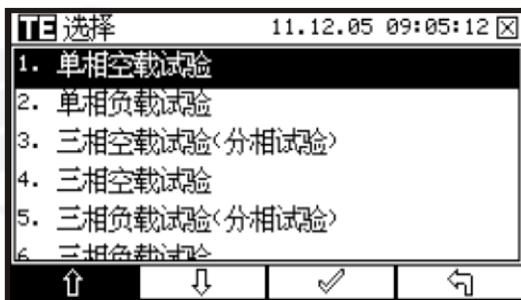
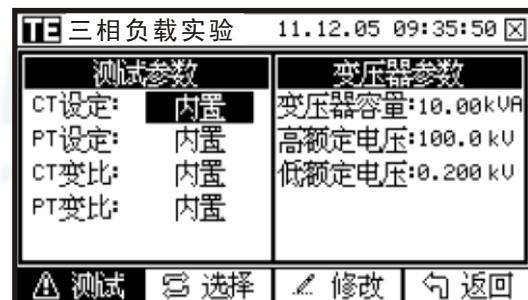

图1.5.2
图1.5.3
- (2) 合上电源开关，显示主菜单后(见图1.3.3)，按【测试】功能按键，进入测试参数设置界面（见图1.5.2），按【↑】和【↓】按键选择所要进行的实验，进入实验参数设置页面（图1.5.3），设置完毕后再次按【测试】开始测试。